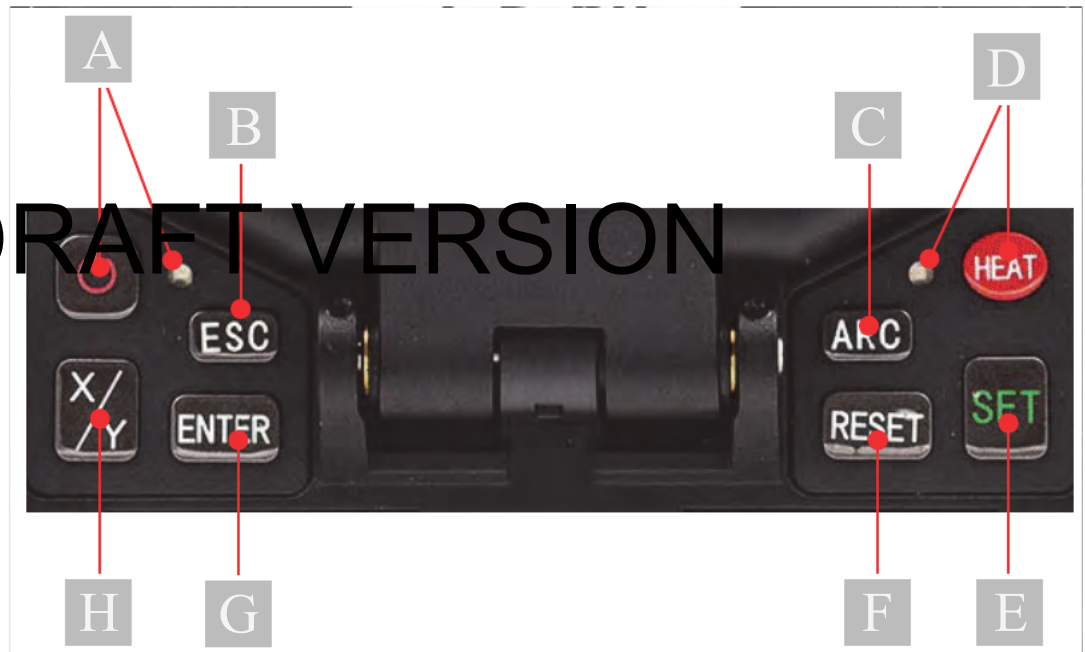

Abbildung 3: AFS-GS60, Bedienfeld
- [12] Bedienfeld (siehe Abbildung 3)